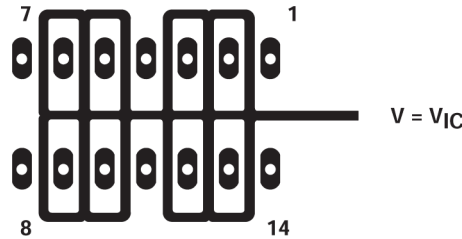
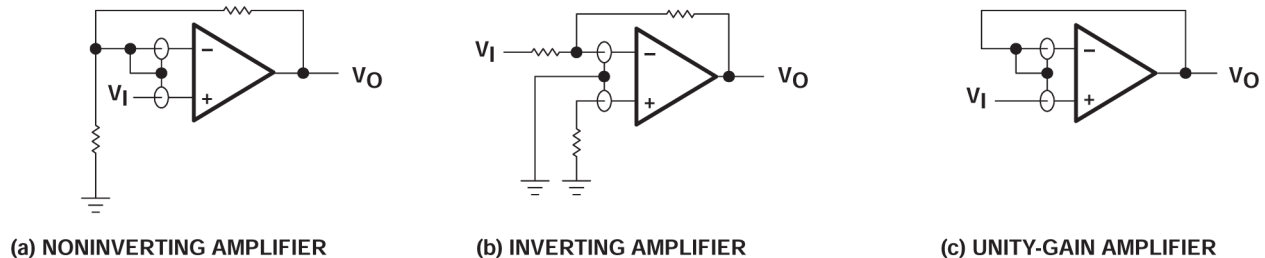

図 6-4. デバイス入力周辺の絶縁メタル (N パッケージ)
図 7-5. ガードリング方式
1. デバイスを他の潜在的なリーク源から絶縁します。デバイス入力周囲と間に、接地されたシールドを使用します (図 6-4 を参照)。そうしなければ入力に流れ込む可能性のあるリークageがシャントされます。
性があります。ベストプラクティスとして、入力の周囲にガードリングを含めます (「パラメータ測定情報」セクション図 6-4 のものと同様)。これらの保護は、同相入力と同じ電圧レベルで低インピーダンスのソースから駆動します (図 7-5 を参照)。